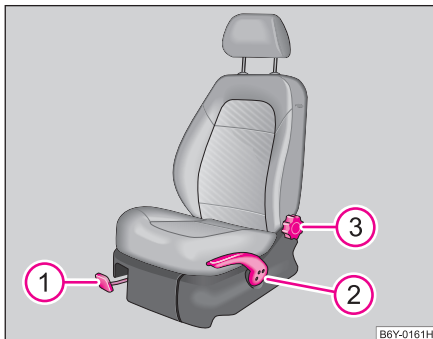

Abb. 46 Bedienelemente am Sitz
- Ziehen Sie den Hebel **1** ⇒ Abb. 46 nach oben und schieben Sie dabei den Sitz in die gewünschte Position.